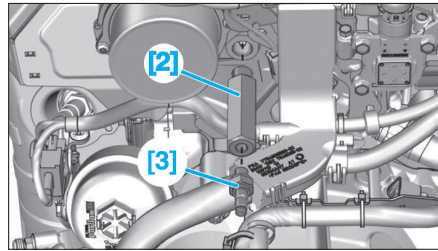

FIG. 34
- Mettre en place le joint d'étanchéité usagé du capteur de pression d'huile (5) sur l'outil [2].
- Poser l'outil [3] sur l'outil [2] (Fig.34).